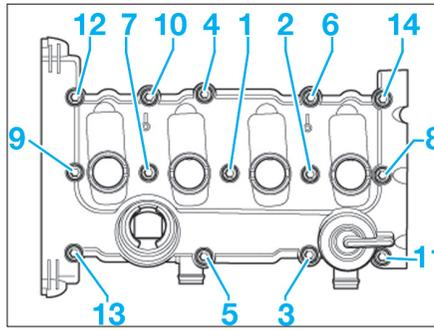

Fig. 54
- Desserrer le couvre-culasse en respectant l'ordre indiqué (Fig.54) puis le déposer.
- Reposer le couvre culasse en respectant l'ordre de serrage (Fig.54).